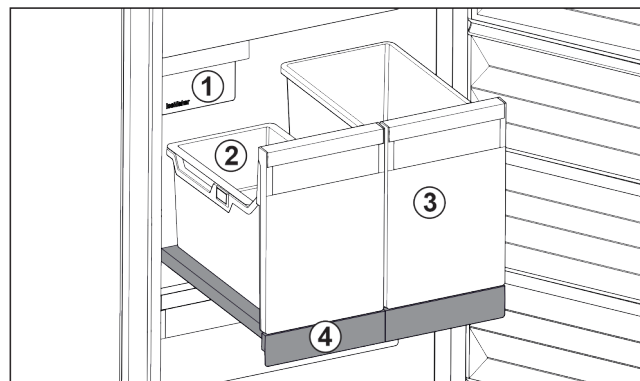

Fig. 122 Uitschuifplateau met IceTower
Op het uitschuifplateau bevinden zich twee hoge bakken (IceTower). In de bak Fig. 122 (2) worden ijsblokjes uit de IceMaker verzameld en bewaard. Bak Fig. 122 (3) is geschikt voor het bewaren van hoge levensmiddelen zoals pizza's of alcoholische dranken.